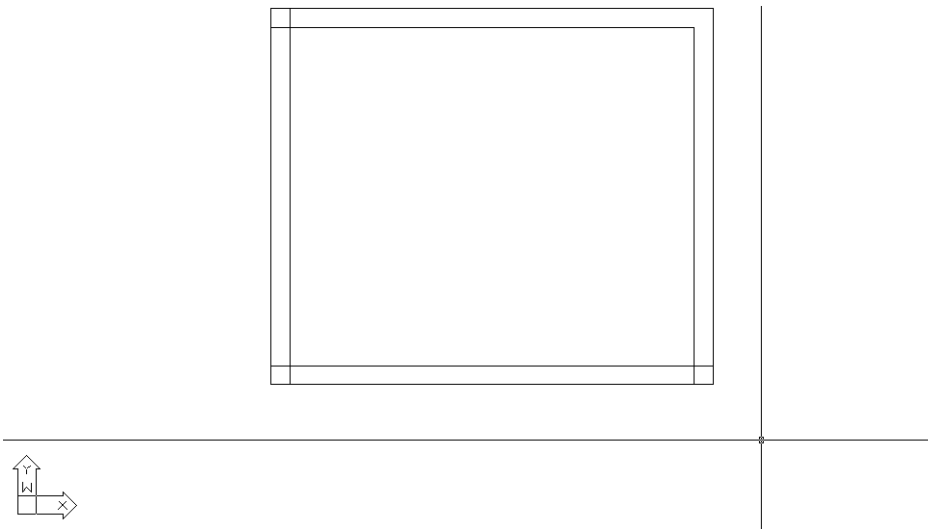

Рис. 2.13 ▼ Линии первого внутреннего угла сопряжены
3. Как только вы щелкните на второй линии, они будут сопряжены с нулевым радиусом, в результате чего эти линии образуют прямой угол (рис. 2.13), а работа инструмента **Сопряжение** (Fillet) автоматически завершится. Нажмите **Enter** для повторного запуска команды **Сопряжение** (FILLET).